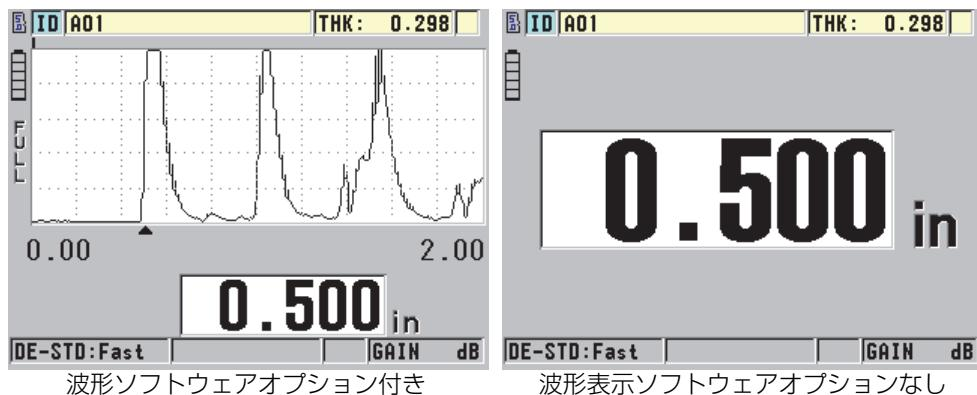

図 5-12 厚さ測定値の読み取り
- 検査対象部分の厚さ測定値を読み取ります（66 ページの図 5-12 を参照）。